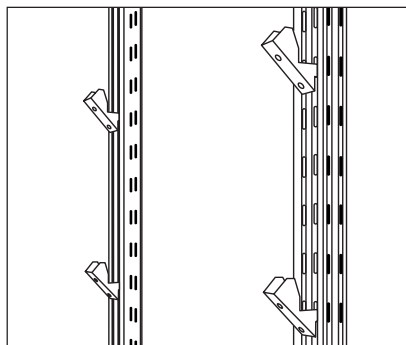

Рис. 8. Установка кронштейнов.
2. Определитесь с уровнем расположения полок. Максимальное расстояние между полками — не более 800 мм. Максимальное расстояние от пола до нижней полки — не более 200 мм, при креплении стеллажа к полу с помощью подпятника — не более 700 мм. Установите на всех спаренных стойках кронштейны для полок на одном уровне (рис. 8).